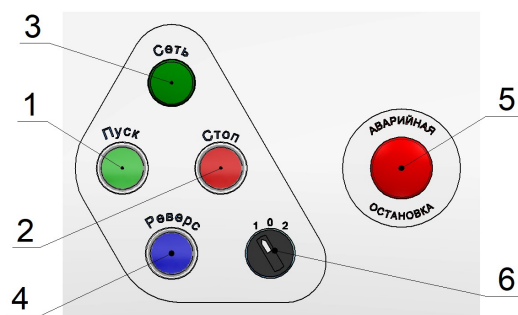

Рис. 2 Пульт управления
4.2. Управление работой мясорубки осуществляется с панели управления, показанной на рис. 2.